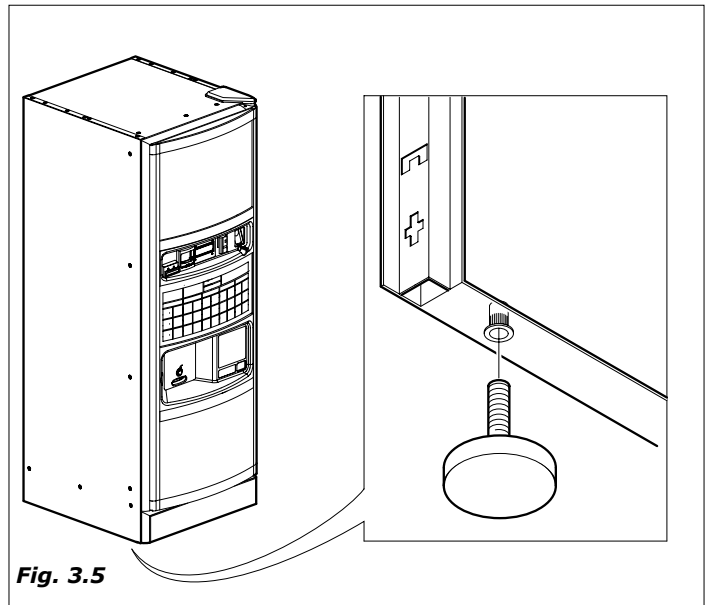

Fig. 3.5
- Liberar el pallet e introducir los 4 pies en los agujeros fileteados (Fig. 3.5) dejados libres por los tornillos (A)